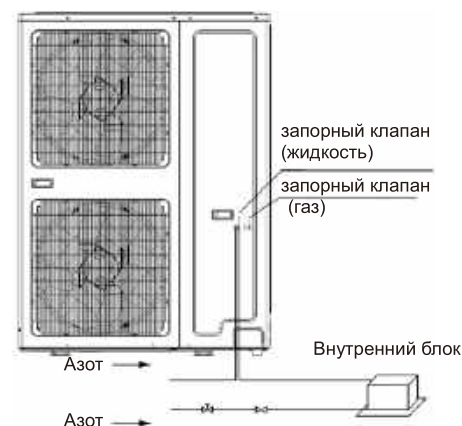

Рисунок 4.8
- Запрещается напрямую подавать азот минуя запорные клапаны (см. Рисунок 4.8).